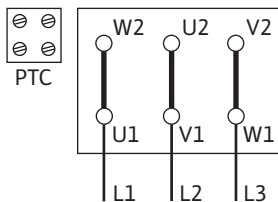
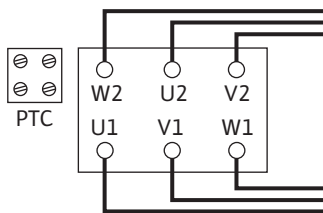

Fig. 10: Y-Δ-start
Fig. 11: Δ-schakeling
- De netaansluiting is afhankelijk van het motorvermogen P2, de netspanning en het inschakeltype. De vereiste schakeling van de verbidingsbruggen in de klemmenkast vindt u in de volgende tabel en Fig. 10 en Fig. 11.
Y-Δ-start (standaard)	Verbindingsbruggen verwijderen (Fig. 10).
Start via softstarter	Δ-schakeling (Fig. 11)